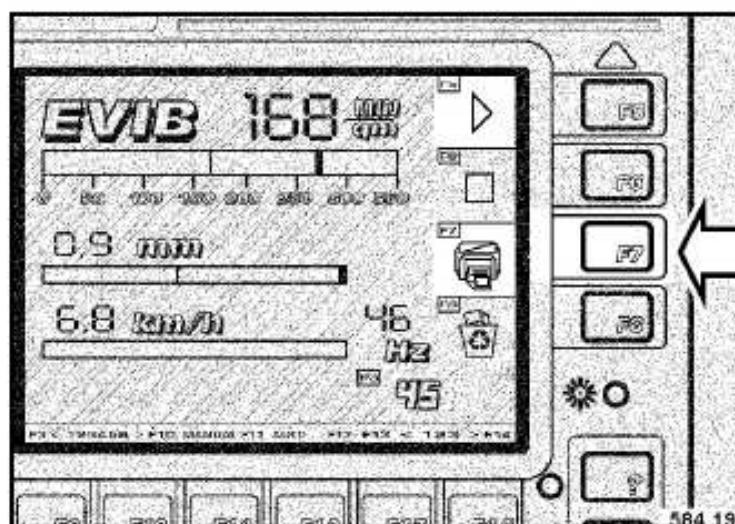

Fig. 86
- Después de terminar la medición pulsar la tecla F7 „DRUCKEN“ (imprimir) (Fig. 86).